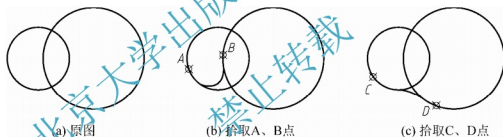

图 4-20 圆角命令(圆间倒圆)
- (4) 在圆之间作圆角，不修剪圆，如图 4-20 所示，拾取点的位置不同，所得的圆角也不同。系统将根据拾取点和切点最近原则来判断圆角位置。